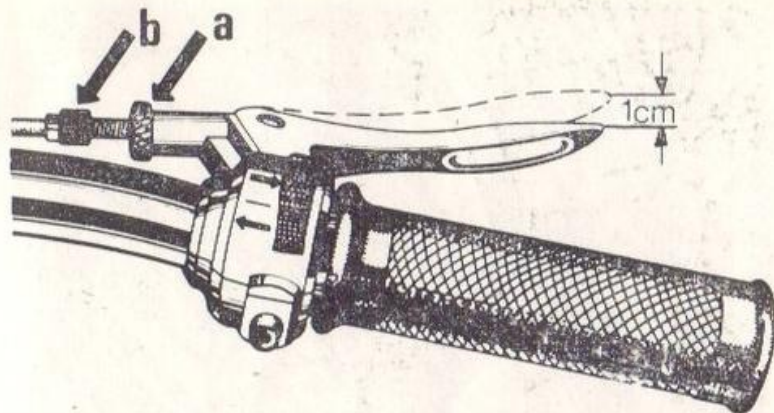

Fig. 29.
1. Pentru reglarea frinei față slăbiți piulița „a” (fig. 29) și reglați șurubul „b” pînă cînd maneta de frînă va avea o cursă liberă de cca. 1 cm., apoi blocați piulița „a”.